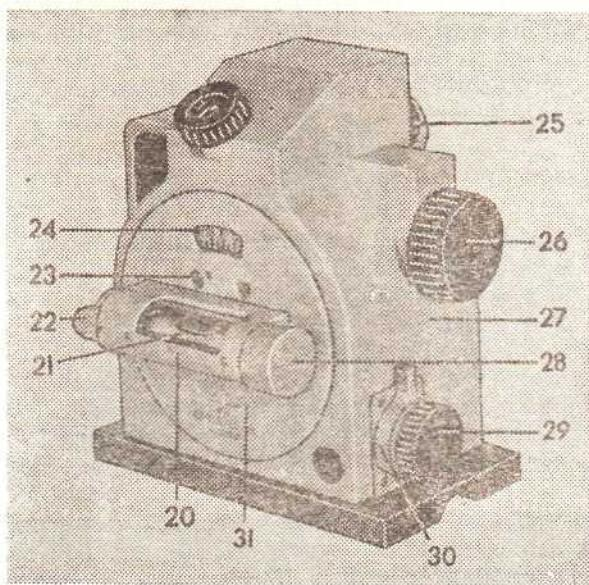

Рис. 2
штейне 50. На нем же закреплен зубчатый сектор, связанный с маховичком 26 микрометра (рис. 2).
На ружной кожух 27 (рис. 2) закрывает корпус. С лицевой стороны кожух закрыт фланцем 31 с корпусом 20. Фланец жестко связан с лимбовой частью винта 23 и вращается вместе с лимбом.
- приведите пузырек продольного уровня в среднее положение и закрепите наводящее устройство маховичком 30 (рис. 2);
— снимите колпачок 28 (рис. 2) с корпуса продольного уровня;
продольный уровень был расположен вдоль измеряемой наклонной плоскости. Отпустите маховичок 30 (рис. 2), установите продольный уровень приблизительно в горизонтальное положение от руки, затем, закрепив поводок наводящего устройства маховичком 30, вращением маховичка 29 установите пузырек продольного уровня на середину. Снимите отсчет по прибору, как указано в разделе 6.1.
Для установки плоскости под заданным углом необходимо приблизительно установить нужный угол по наружной шкале 24 (рис. 2) и закрепить продольный уровень маховичком 30.